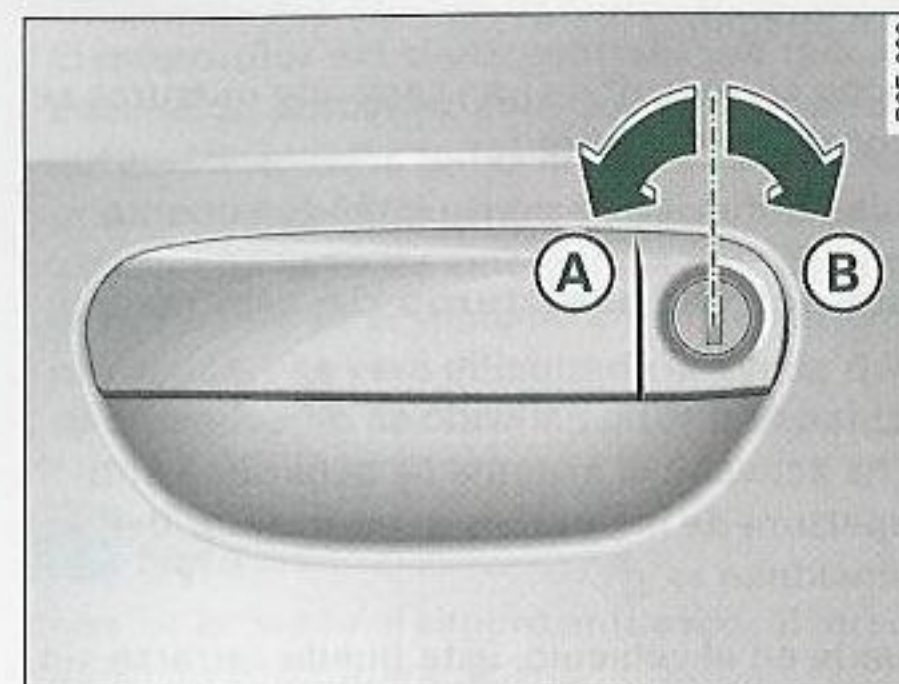

Fig. 45 Movimientos de la llave para abrir y cerrar
- Gire la llave hacia la izquierda en la cerradura de la puerta del conductor hasta alcanzar la posición de apertura (A) ⇒ fig. 45.
- Gire la llave hacia la derecha en la cerradura de la puerta del conductor hasta alcanzar la posición de cierre (B) ⇒ fig. 45 ⇒ ⚠.
Para ello, gire la llave en la cerradura de la puerta del conductor **dos veces** sucesivamente hasta alcanzar la posición de cierre (B) ⇒ *página 61, fig. 45.*